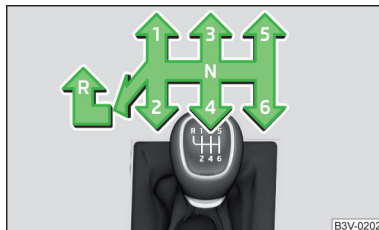

Fig. 262
En la palanca de cambios se presenta el esquema de cambio para cada posición de marcha » fig. 262.
- Presionar hacia abajo la palanca de cambio y colocarla completamente hacia la izquierda y luego hacia adelante en la posición **R** » fig. 262.